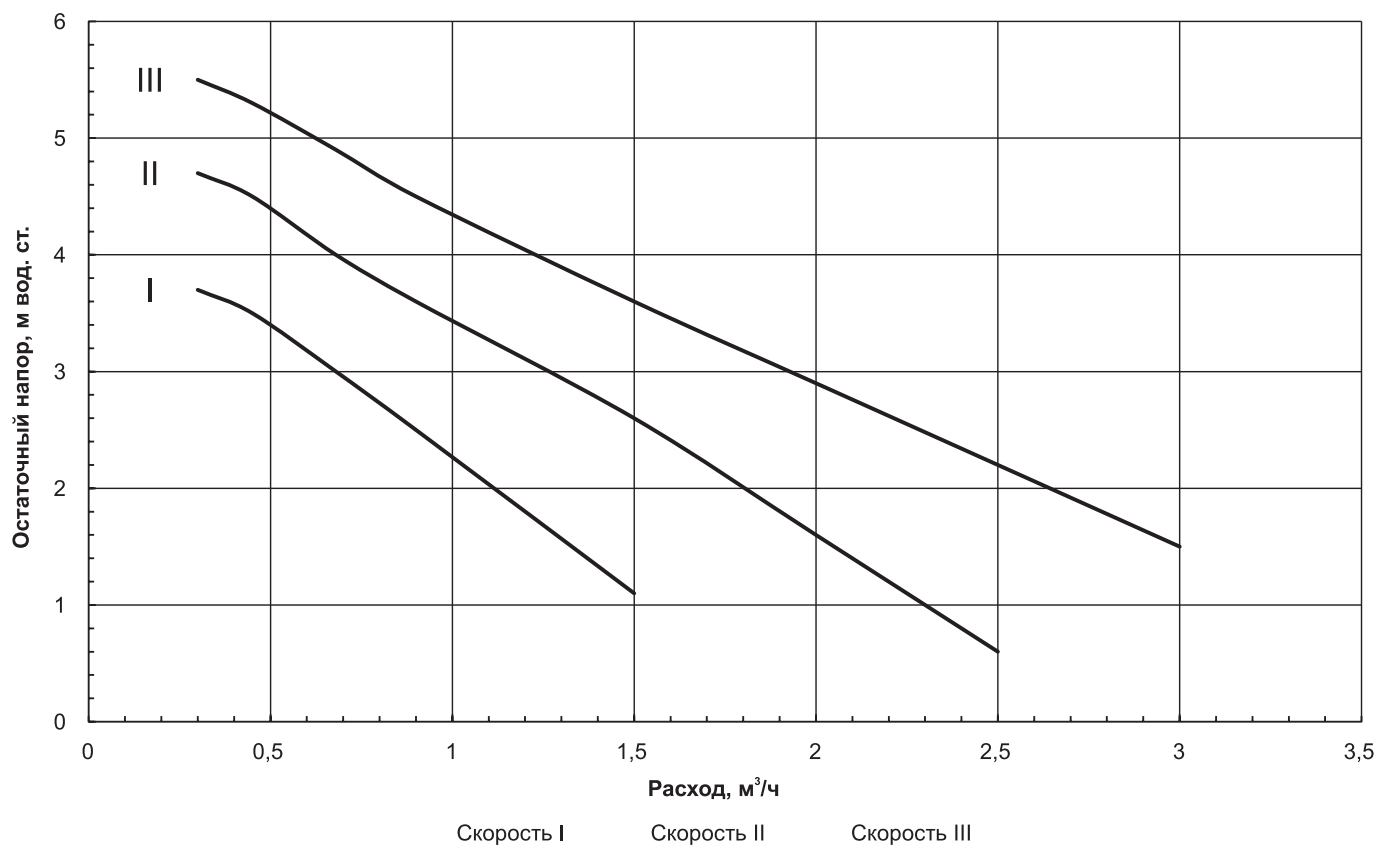

**Рис. 2 Остаточный напор для циркуляционного насоса ZOTA RING 25/70
** График остаточного напора для циркуляционного насоса показан на Рис. 2.